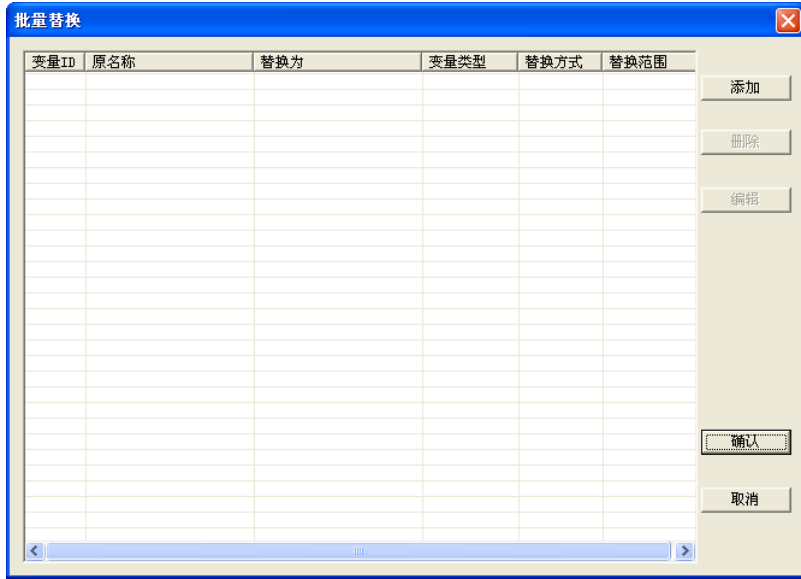

图 5.76 批量替换
2. 在工程浏览器中选择菜单“工具/替换变量名称/批量替换”，或在数据词典中选择右键菜单“变量名称替换/批量替换”，弹出如下图 5.76 所示对话框。对已定义和使用的变量更换变量名称，同时系统也会自动修改数据词典中对应的变量名称。